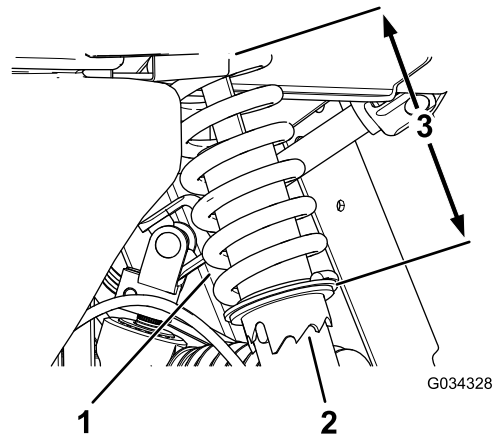

Bild 45
1. Drehen Sie die Manschette am Stoßdämpfer mit dem Toro Werkzeug, Nummer 6010, um die Länge der Feder zu ändern (**Bild 45**).